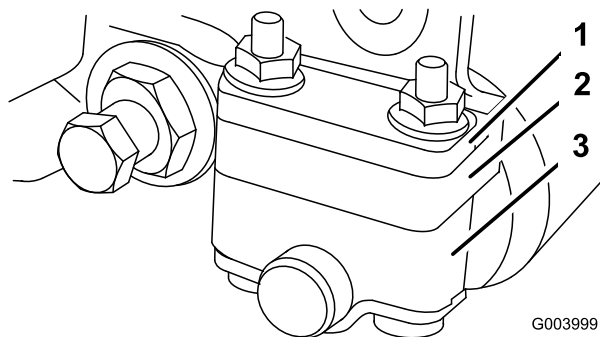
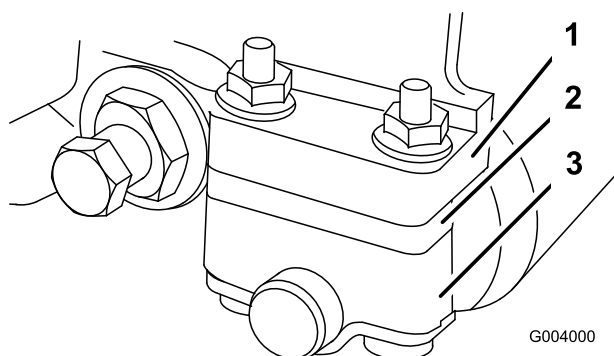

Figure 47
Figure 48
1. Réglez les supports du rouleau arrière à la position supérieure ou inférieure selon la gamme de hauteur de coupe voulue (Figure 47 et Figure 48).
- Placez l'entretoise en dessous de la bride de fixation de la plaque latérale lorsque les hauteurs de coupe sont comprises entre 3,2 et 25,4 mm (Figure 48).